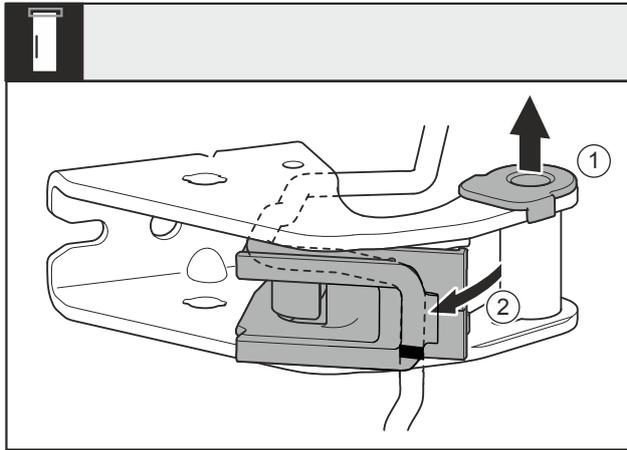

Fig. 26
- ▶ Lagerbuchse Fig. 26 (1) aus Führung ziehen.
- ▶ Kabelhalterung Fig. 26 (2) ausschwenken.